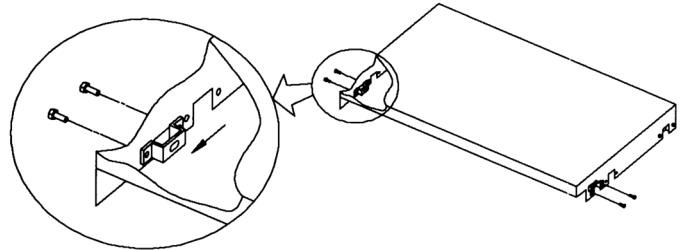

Figure 1. Relocalisation des soutiens de montage sur des panneaux de distribution de 16.25 pouces de profondeur.
1. Si le couvercle anti-gouttes doit être installé dans un boîtier de panneau de distribution Spectra Series, il faut déplacer deux soutiens de montage de couvercle, tel qu'illustré à la Figure 1. Ne pas bouger les soutiens de montage pour toutes les autres applications.